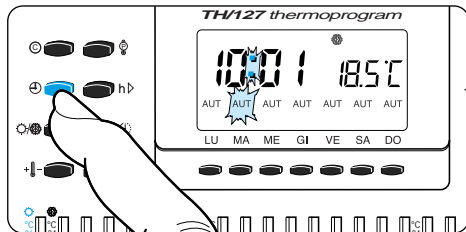

Fig. 18
5.8 - Premere il pulsante  per terminare la procedura dell'impostazione ora e giorno (fig. 18).